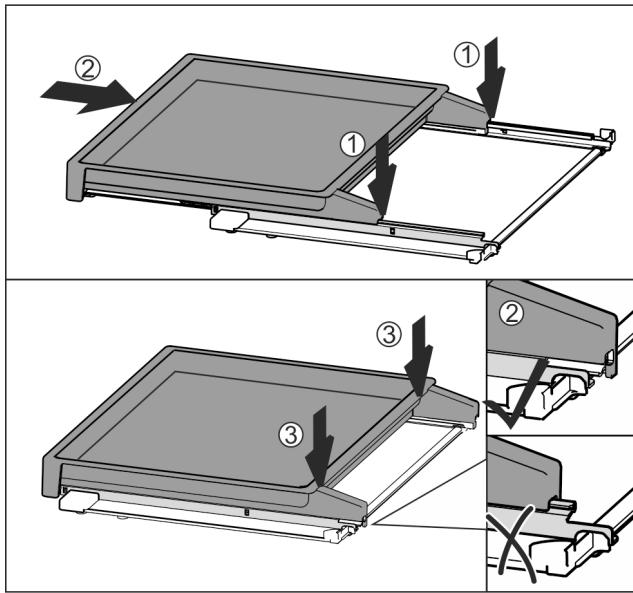

Fig. 51
- Nasadte uprostřed na kolejničky Fig. 51 (1).
- Vysouvací příhrádku zcela zasuňte Fig. 51 (2).
- Zatlačte pak na zadní straně, až slyšitelně zavakne Fig. 51 (3).